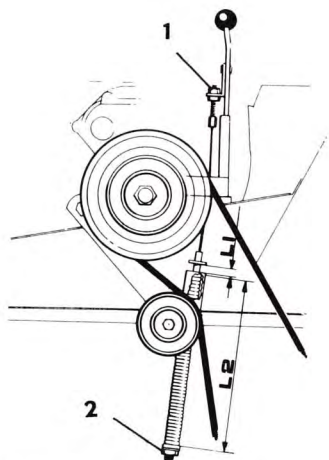

Bild 43.
- 2.e.1. Ställ manöverspaken för tröskverksdrivningen i inkopplat läge då remspänningen ska kontrolleras. Remmen är rätt spänd då måttet L 1 är 20-25 mm, se bild 43.